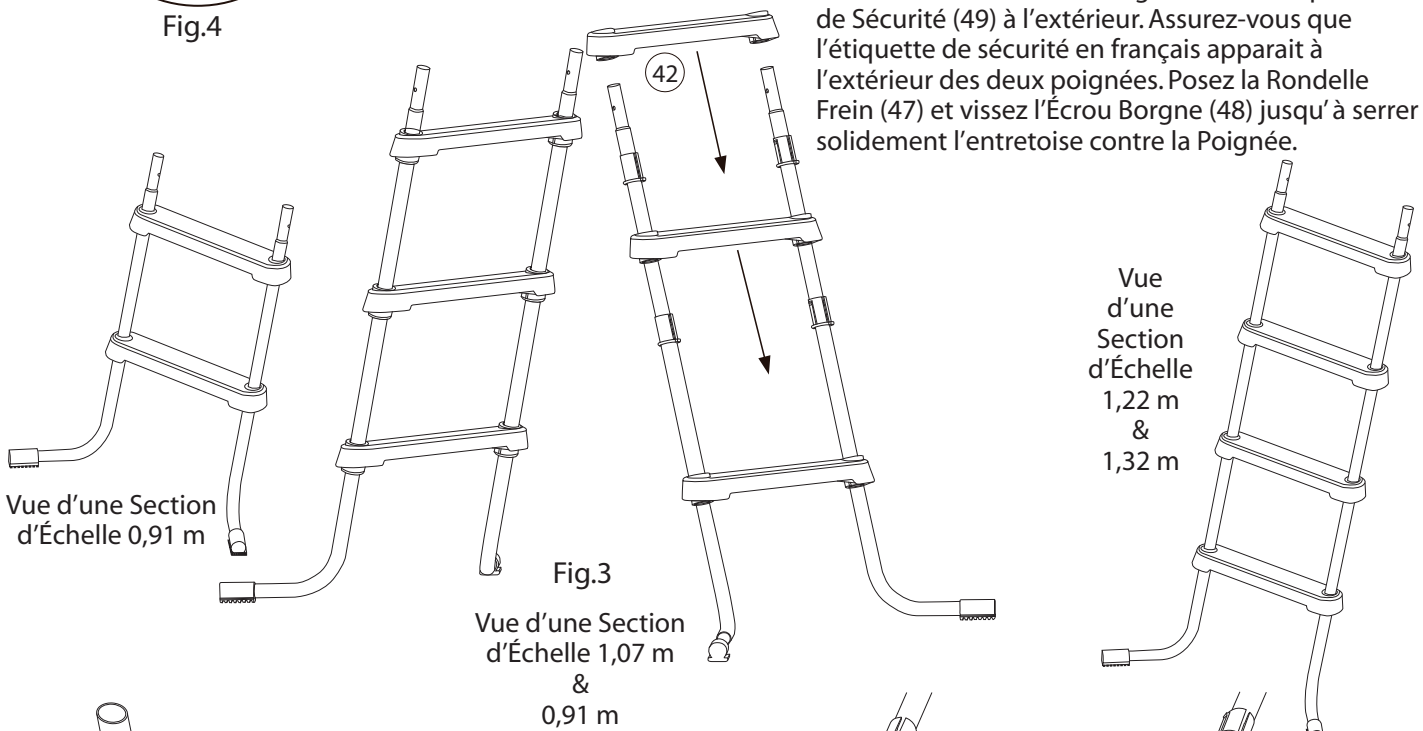
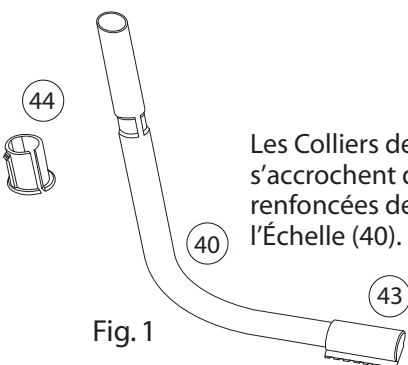
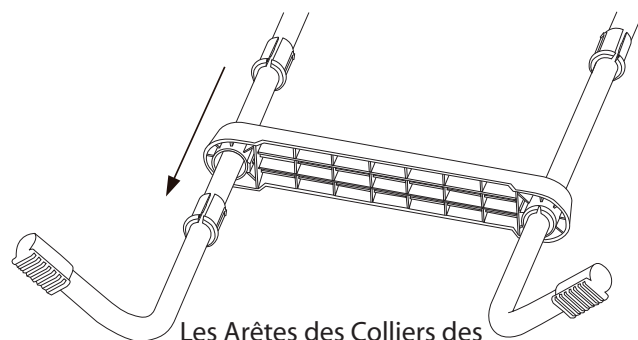

Fig.3
Fig. 1
Fig. 2
1. Séparez les pattes de l'échelle (40) - 2 pièces du côté gauche et 2 du côté droit. Répérez les inscriptions «L» et «R» (gauche et droit) dans le haut des pattes.
2. Commencez avec une des sections de patte identifiée «R» (40). Forcez délicatement le côté de l'attache pour échelon (44), de façon à la faire passer par-dessus la patte de l'échelle, puis faites-la glisser vers le bas jusqu'à la portion renfoncée inférieure, tel qu'illustré à la Fig. 1. La rainure de l'attache pour échelon doit être orientée vers l'intérieur de l'échelle, tel qu'illustré en Fig. 2. Répétez pour la section gauche identifiée «L».
3. Faites glisser un échelon (42) le long des deux sections de patte. Assurez-vous que le côté de l'échelon identifié par un «R» se trouve sur la patte du droite. Faites glisser l'échelon jusqu'à ce que les attaches (44) s'insèrent dans le côté inférieur de l'échelon et que les rainures des attaches s'enclenchent solidement. Les attaches pour échelon doivent demeurer en place dans la partie renfoncée des pattes de l'échelle lorsque vous les installez. Une fois posées, les attaches doivent affleurer le bas de l'échelon. Voir la Fig. 2.
4. Répétez les étapes 2 et 3 pour installer les autres attaches pour échelon (44) et échelons (42) de la première section.
6. Les vis mécaniques (45) doivent être posées depuis le côté intérieur de la poignée (41), vers l'extérieur, à travers les entretoises avec l'étiquette de sécurité (49) sur l'extérieur. Vérifiez que l'étiquette de sécurité en français est posée à l'extérieur des deux sections de poignées. Posez la rondelle de blocage (47) et l'écrou borgne fileté (48) pour fixer solidement l'entretoise contre la poignée de l'échelle.
7. Maintenez en position verticale les sections de patte de l'échelle, les pieds vers l'avant, tel qu'illustré à la Fig. 3. Placez les poignées de l'échelle (41), avec les entretoises vers l'extérieur sur le dessus des deux sections de patte de l'échelle.